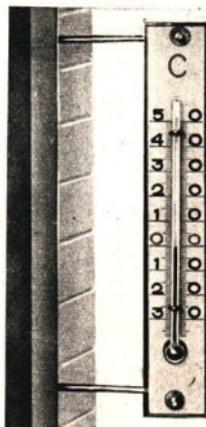

Abb. 64. Fensterthermometer
3. Einige im Haushalt verwendete Thermometerformen. Wie uns das Zimmerthermometer die Zimmertemperatur angibt, so lesen wir am Fensterthermometer (Abb. 64) die *Außentemperatur* ab. Es ist am Fensterrahmen mittels zweier Metallhalter so befestigt, daß es durch die Scheibe hindurch gut sichtbar ist. Statt auf einem Brettchen ist das Thermometerrohr auf einer schmalen Milchglasscheibe angebracht. Bei manchen Fensterthermometern ist die Thermometerröhre mit einer dahinter gelegten Skala in ein Schutzrohr aus Glas eingeschlossen.